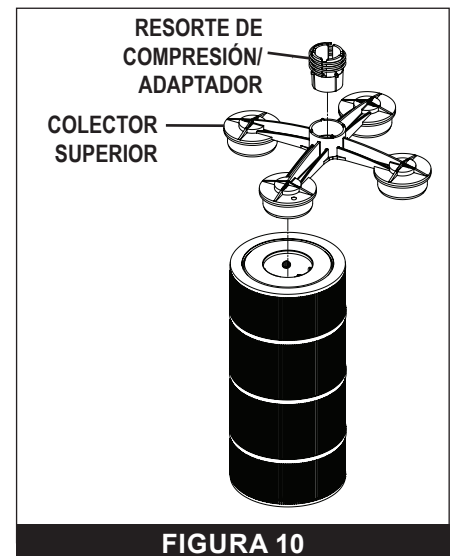

FIGURA 10
2. Retire el resorte de compresión/adaptador del colector superior. Véase **FIGURA 10**.
3. Retire el colector superior (**FIGURA 10**) de los cartuchos filtrantes y déjelo a un lado.